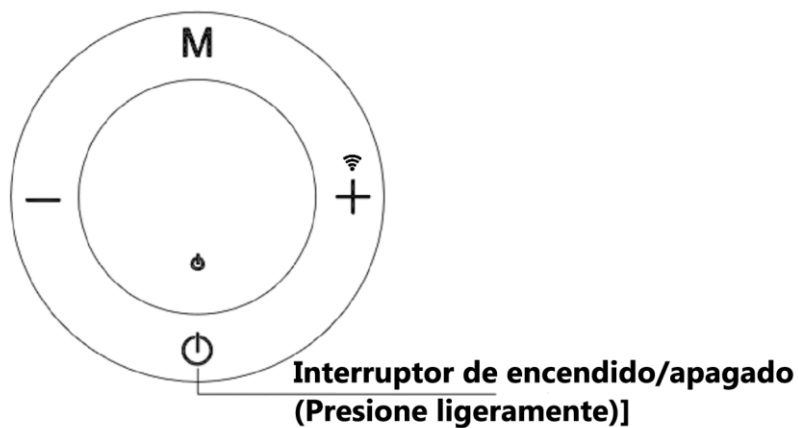
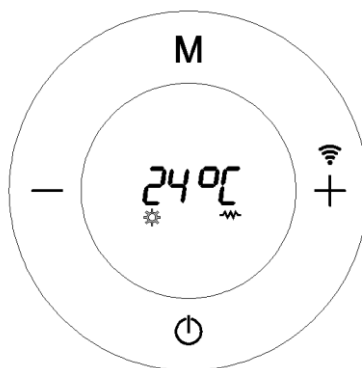
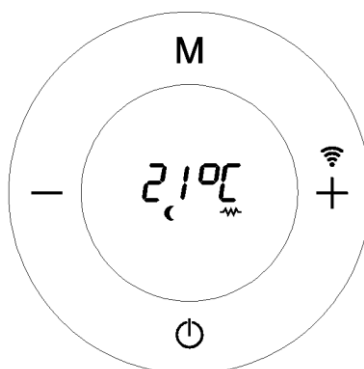
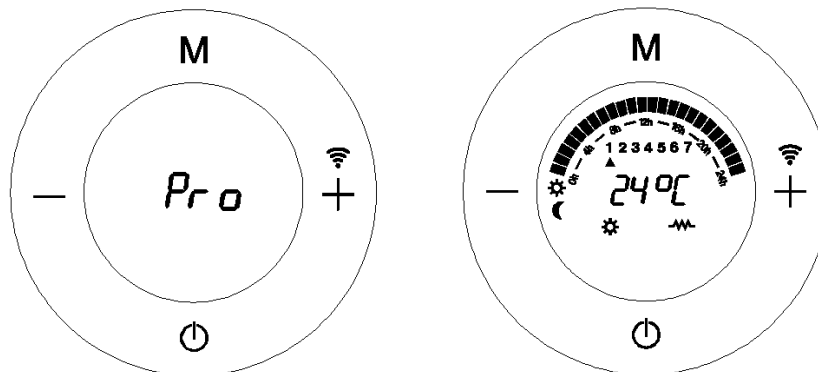

Fig.9
Fig.10
Fig.11
Fig.12
Presionamos  (Fig 9), el aparato se encenderá y una de estas pantallas aparecerá en uno de los siguientes cuatro modos. (Fig 10, Fig.11, Fig 12, Fig 12)
1. Modo *Confort* (Fig.10)
2. Modo *Económico* (Fig.11)
2. Modo de programación: (Fig.12)